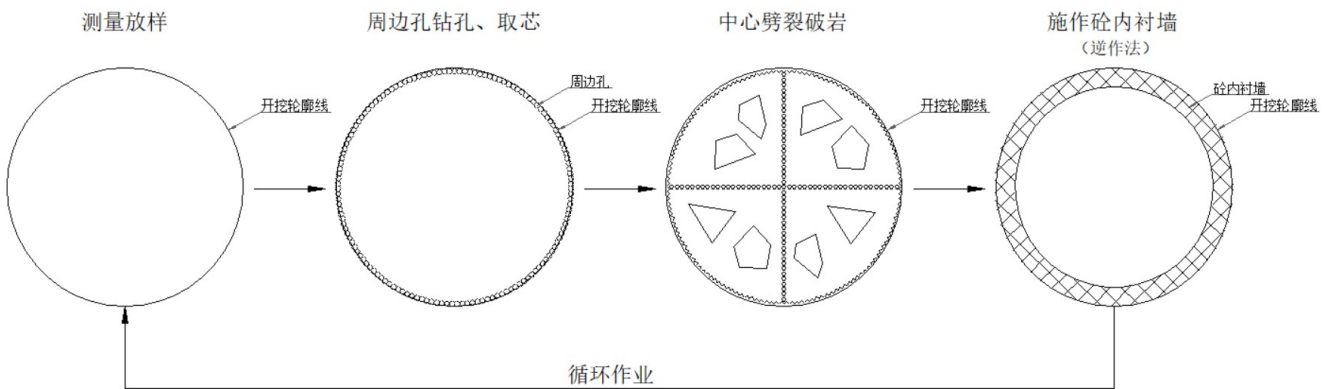

图3 竖井水磨钻开挖施工工艺流程简图
(1) 周边孔钻孔、取芯：沿竖井开挖轮廓线布置取芯点，取芯圆与井外壁相切，取芯圆之间的距离为150mm，依次钻取周边孔岩芯，取出的岩芯高约700mm，将周边孔岩芯取完后，井中核心岩土体外围便形成一个环形临空面。
(2) 钻取中间岩石：沿竖井圆心十字交叉钻取岩芯，将井中核心岩土体等分成四等份，以便于后续岩体破裂。开挖布孔如图3所示。
(3) 中心钻孔、劈裂：使用风钻按一定间距在垂直方向钻劈裂孔，用液压劈裂机或打入钢楔自周边向内进行分裂开挖岩体，人工清除劈裂岩体。
(4) 装渣、出渣：采用人工装渣+汽车吊垂直运输方式，依次循环将井内破碎岩体吊运至场内临时堆渣区，再由自卸汽车集中运输至临时弃渣场。
(5) 井壁修整：人工清除侵入竖井内衬结构区域的岩石锯齿，并及时复核井位，防止出现偏位，同时测放出下一循环周边孔孔位。